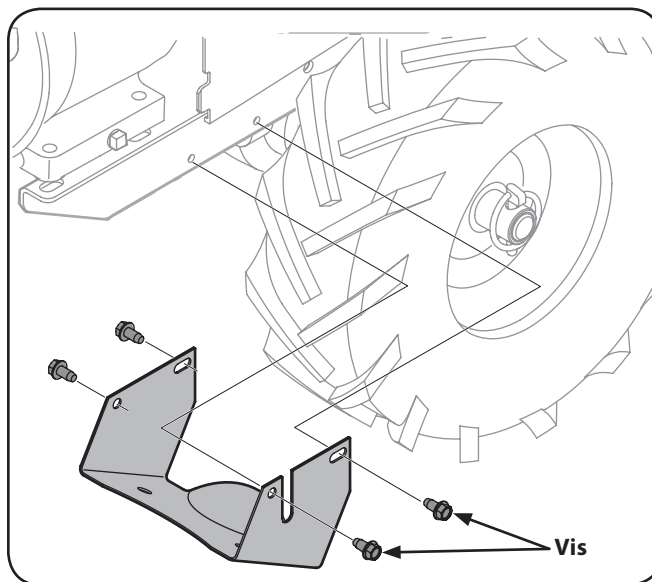

Figure 7-2
3. Retirez les quatre vis hexagonales qui fixent le couvercle des poulies au châssis, puis retirez le couvercle. Voir Figure 7-2. Gardez le couvercle dans un endroit sûr pour utilisation ultérieure.